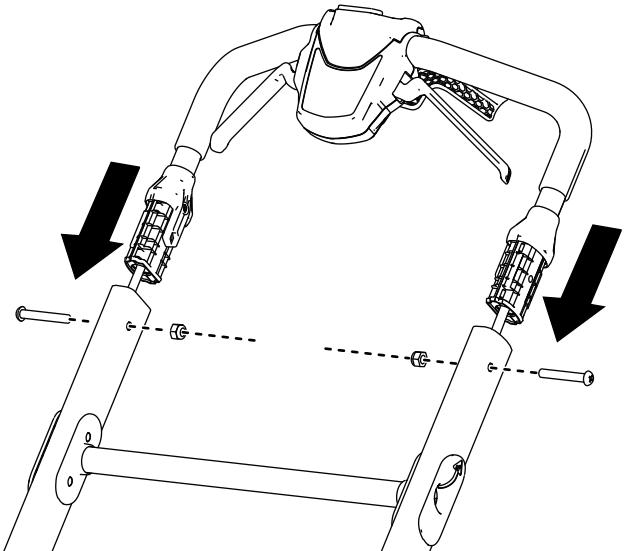

Figure 4
1. Insérez la partie supérieure du guidon dans la partie inférieure et fixez le tout en place avec 2 boulons et 2 contre-écrous, comme montré à la Figure 4.